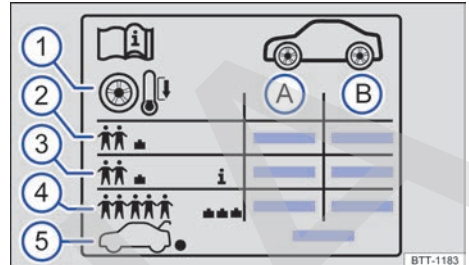

Fig. 221 Símbolos en el adhesivo de la presión de inflado de los neumáticos.
Datos que figuran en el adhesivo de la presión de inflado de los neumáticos → fig. 221:
En función del vehículo, el adhesivo de la presión de inflado de los neumáticos puede incluir una presión de inflado de confort → fig. 221 ③. La presión de inflado de confort permite aumentar el confort de marcha. Cuando se circula con la presión de inflado de confort, puede que se incremente el consumo de combustible.